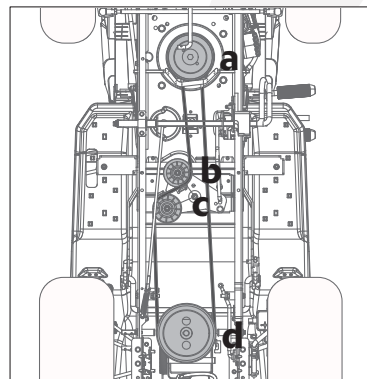

Fig. 30
2. Retire los ensamblajes de la p Polea de transmisión (a, Fig. 30) al retirar los pernos que los aseguran al eje de salida del motor.
3. Retire las dos poleas (b y c, Fig. 30) al retirar las tuercas que las aseguran al soporte de montaje.
4. Quite la correa de la p Polea de transmisión. (d, Fig. 30)